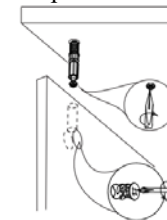

Рис.3
5. В обратную сторону крышки стола поз.5 вкрутить винты стяжки эксцентриковой. Крышку стола установить на шканты на нижний каркас и зафиксировать конструкцию при помощи эксцентриковой стяжки (Рис.3).